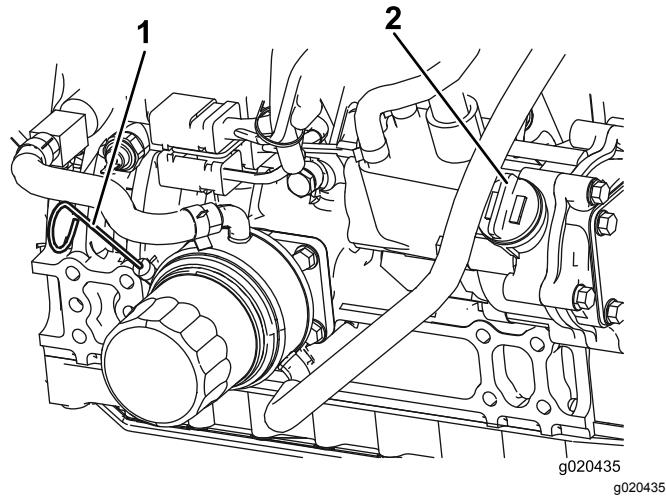

Figura 74
3. Retire la varilla, límpielala, vuelva a colocarla en el tubo y retírela de nuevo. El nivel de aceite debe estar entre las marcas "lleno" y "añadir" (Figura 74).